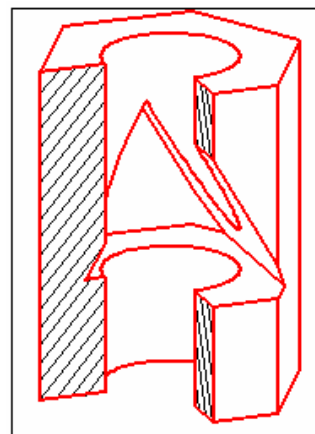

Рис. 5.67
75. Щелчком по ярлычку **Лист1(Layout1)** перейти в пространство листа и посмотреть результат в видовом экране с диметрией (рис. 5.67).